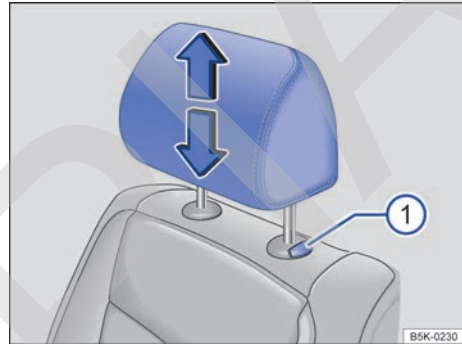

Fig. 67 Apoyacabezas delantero: ajuste.
- Desplace el apoyacabezas hacia arriba o hacia abajo, dado el caso a la vez que presiona la tecla → fig. 67 , en el sentido de la flecha correspondiente →  en *Introducción al tema* de la pág. 88.